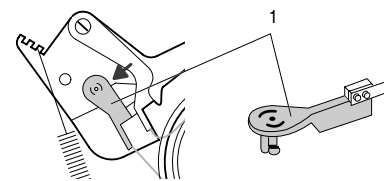

Fig. 19
- Bremsbandende (Pos. 1) vorsichtig in die Pfeilrichtung drücken und abnehmen (Fig. 19).